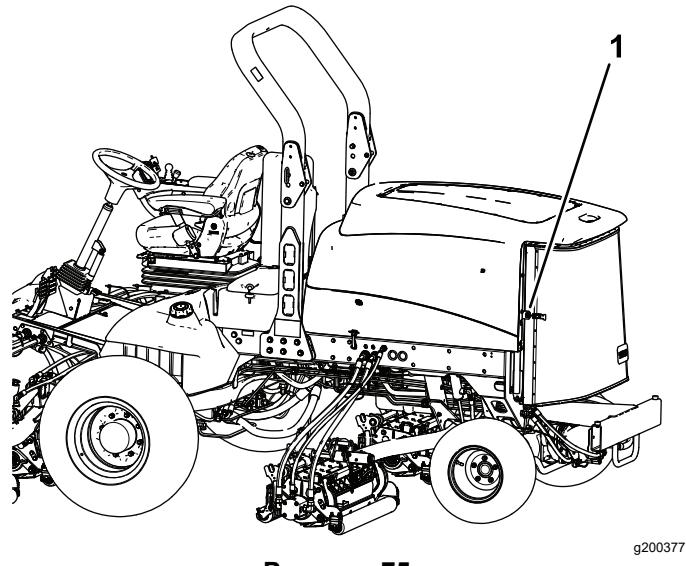

Рисунок 75
- Откройте защелку и откиньте заднюю решетку (Рисунок 75).